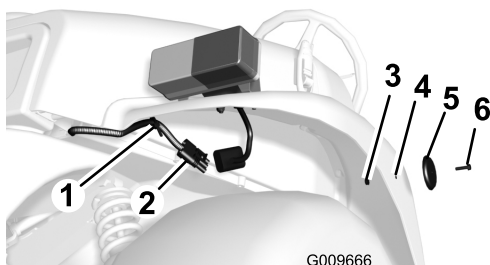

Bild 14
3. Verlegen Sie den Anschluss unter dem vorderen Kotflügel und befestigen ihn mit dem Kunststoffanker am Kabelbaum an der Unterseite des Kotflügels (Bild 14)
2. Befestigen Sie einen im bereits gebohrten Loch an jeder Seite des vorderen Kotflügels (Bild 14).